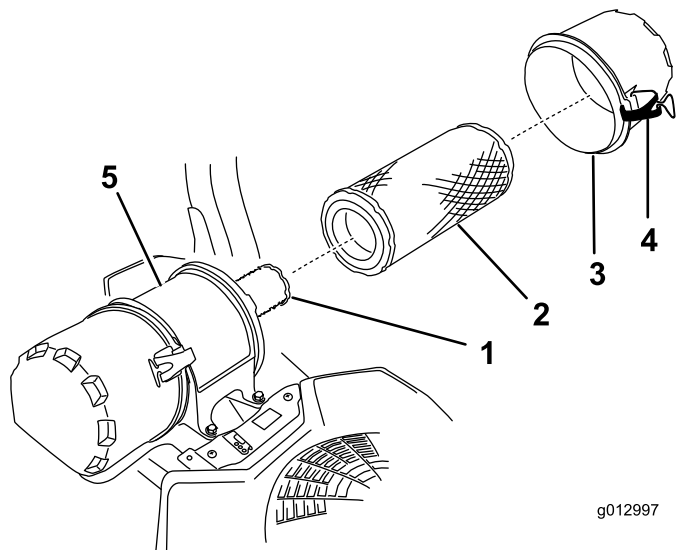

図 32
- エアクリーナのラッチを外し、ボディーからカバーを抜き出す 図 32。
- エアクリーナのボディーから外側エアフィルタをゆっくり引き出す 図 32。
2. インナーフィルタを交換する場合には、十分に注意しながら、フィルタのボディに挿入する図 32。
3. アウターフィルタをゆっくり押し込むようにして安全フィルタの上から取り付ける図 32。